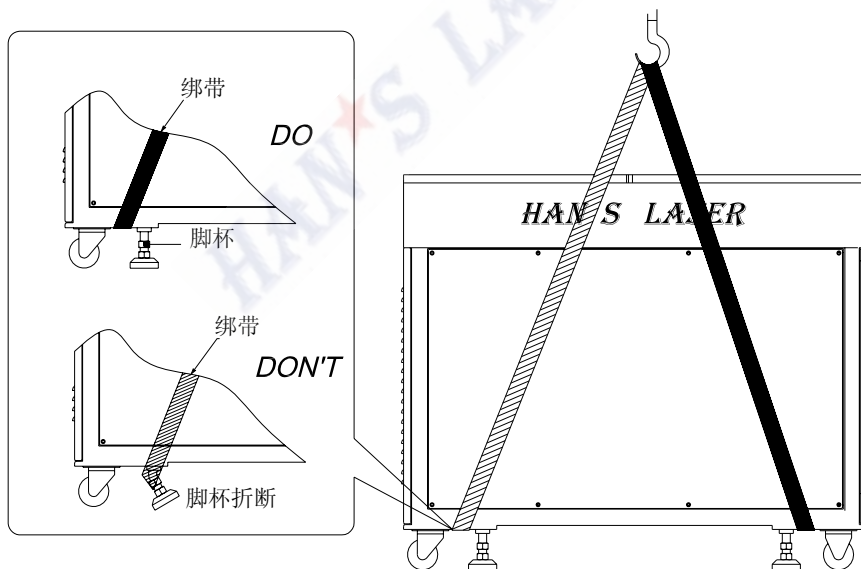

图 7-5 绑带捆绑位置示意图
- 1) 当进行裸机吊运的时候，必须用绑带通过脚轮与脚杯中间位置将设备绑紧，避免绑扎在脚杯上，以免脚杯折断。如图 7-5 所示。